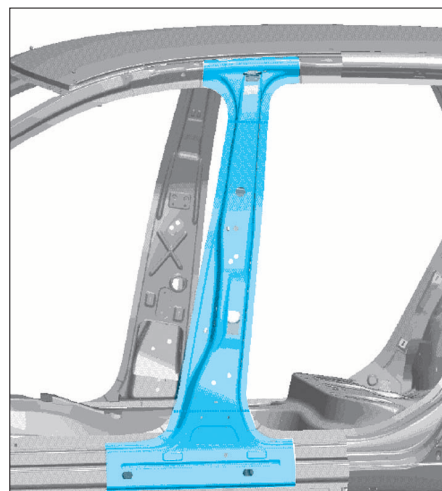

FIG. 18
- Effectuer la découpe en procédant comme indiqué sur la figure ci-dessous (Fig.18).